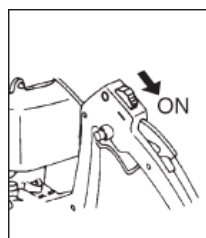

FIG. 3
(1) Levier d'accélérateur
(2) Bouton de verrouillage
3. Faites glisser le commutateur d'allumage vers le côté du moteur pour le mettre en position ON. (Fig. 3)